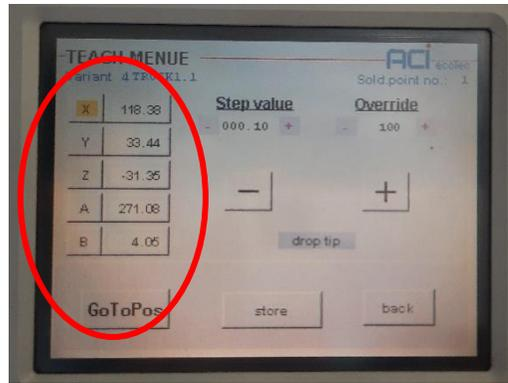

Ilustración 30 Parámetros Incorrectos
- ✓ Se corrigió parámetros donde la punta este en la posición correcta (ilustración 30 parámetros incorrectos)